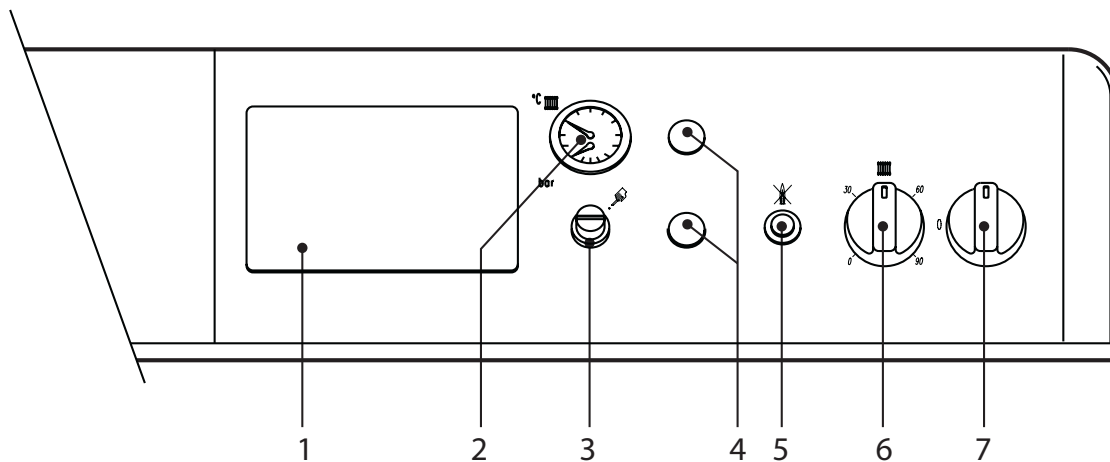

Рис.1
- ◆ Поверните переключатель котла "7" в положение 1 (Рис. 1).
- ◆ Если на котле установлен электронный термостатический контроллер (поз.1 Рис. 1), пользователь должен учесть инструкции его изготовителя.
Поверните ручку 6 (Рис. 1) по часовой стрелке для увеличения температуры воды в системе, для ее снижения поверните ручку против часовой стрелки. Температура может изменяться в пределах от 30°C до 90°C. Рекомендуется эксплуатировать котел при температуре не ниже 45°C.
Установите желаемую температуру, используя термостат помещения. Котел, управляемый термостатом помещения, запускается и подает в систему отопления воду с температурой, установленной регулировочным термостатом котла 6 (Рис. 1). При достижении заданной температуры в помещении, котел прекращает работать.
Давление холодной воды в заполненной системе должно составлять 1 бар (давление показывает манометр котла, деталь 2, Рис. 1). В случае снижения давления в системе (вызванного испарением газов, растворенных в воде), пользователь должен повысить его, осуществив подпитку системы, используя наполнительный кран. После окончания операции подпитки, всегда закрывайте кран.